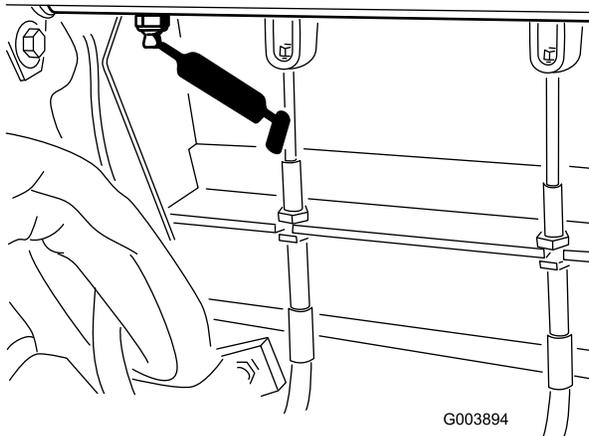

Figura 47
- 1 raccordo sul pedale del freno (Figura 47).